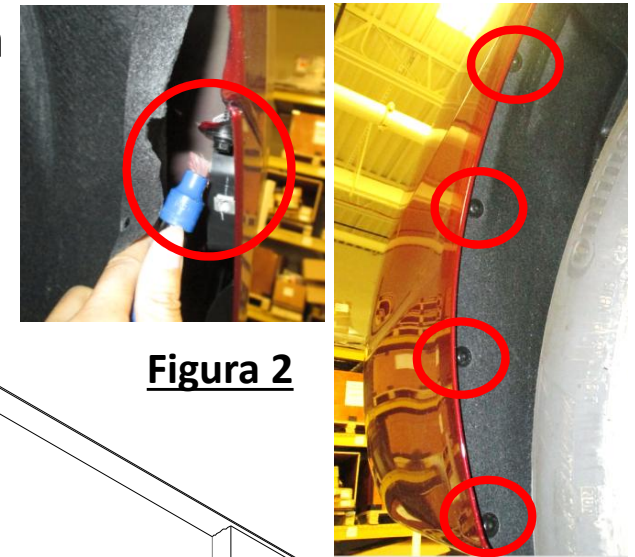

Figura 2
- Eliminación de la fascia del parachoques:** Usar la herramienta de eliminación de paneles para quitar (3) remaches de plástico desde la parte inferior de la fascia. Usar un destornillador T15 y un cubo de 7 mm para retirar (5) tornillos del receptáculo de la rueda en cada lado, ver la **Figura 2**. Abrir el baúl. Usar las herramientas de recortar paneles plásticos para retirar suavemente la fascia plástica empezando desde los bordes exteriores cerca de los receptáculos de las ruedas. Desconectar el cableado de la fascia si está equipado.
1. Eliminación de la fascia del parachoques: Usar la herramienta de eliminación de paneles para quitar (3) remaches de plástico desde la parte inferior de la fascia. Usar un destornillador T15 y un cubo de 7 mm para retirar (5) tornillos del receptáculo de la rueda en cada lado, ver la **Figura 2**. Abrir el baúl. Usar las herramientas de recortar paneles plásticos para retirar suavemente la fascia plástica empezando desde los bordes exteriores cerca de los receptáculos de las ruedas. Desconectar el cableado de la fascia si está equipado.